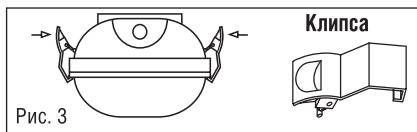

Рис. 3
- Установить светодиодные лампы T8 (в комплект не входят) в лампадодержатели. Закрепить рассеиватель клипсами, как показано на Рис. 3.